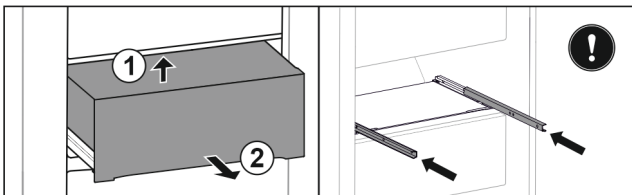

Fig. 29*
- ▶ Van achteren aan onderzijde optillen Fig. 29 (1).*
- ▶ Er naar voren toe uithalen Fig. 29 (2).*